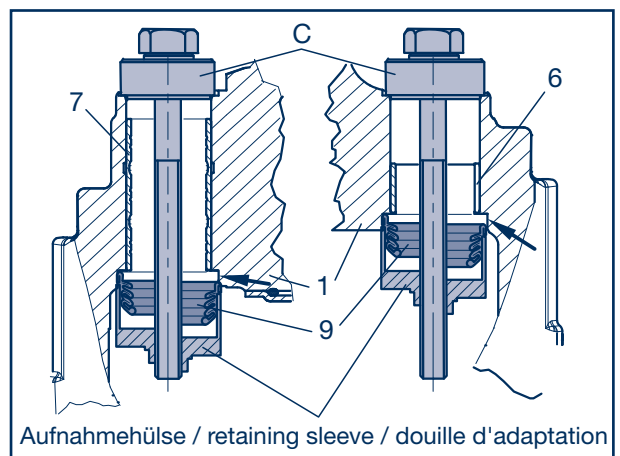

Fig. 2
Die Dichtsitze der Faltenbälge (9) im Bremssattel dürfen nicht beschädigt werden (Fig. 2/Pfeile).
- [5] Faltenbalgsitze auf den Führungsbuchsen (4) und (5) und im Bremssattel müssen sauber und fettfrei sein.
- [6] Dichtsitze im Bremssattel (Fig. 2/Pfeil), Führungshülse (6) und die Messingbuchse (7) auf Korrosion, Verschmutzung und Schäden überprüfen ggf. ersetzen (siehe Kapitel 18.2).
The seal seats of the bellows in the brake caliper must not be damaged (Fig. 2/arrow).
- [5] The bellow seats on the guide bushes (4) and (5) and in the brake caliper must be clean and free from grease.
- [6] Check the seal seat in the brake caliper (Fig. 2/ arrow), guide sleeve (6) and the brass bush (7) for corrosion, dirt and damage, replace, if necessary (see chapter 18.2).
- [7] Insert a new bellows (9) into the retaining sleeve (arrow) of the fitting tool C (Knorr no. K002254, individual parts T35, T38, T39, washer) and make sure that the bellow folds are located within the retaining sleeve of the tool.
- [2] Retirer les bagues (58).
- [3] Retirer les douilles de guidage (4) et (5).
- [4] Soulever le soufflet (9) avec le tournevis.
Les plans de joint des soufflets (9) de l'étrier de frein ne doivent pas être endommagés (fig. 2/flèche).
- [5] Les plans de joint des soufflets et les douilles de guidage (4) et (5) ainsi que l'étrier de frein doivent être propres et exempts de graisse.
- [6] Vérifier si le plan de joint de l'étrier de frein (fig. 2/flèche), la douille de guidage (6) et la douille en laiton (7) présentent des traces de corrosion, de salissure ou de dommage ; le cas échéant, les remplacer (voir chapitre 18.2).
- [7] Insérer un nouveau soufflet (9) dans la douille d'adaptation (flèche) de l'outil d'insertion C (réf. Knorr K002254, pièces T35, T38, T39, rondelle) et veiller à ce que les plis du soufflet se trouvent à l'intérieur de la douille d'adaptation de l'outil.
- [11] Messingbuchse (Fig. 2/7) und Führungshülse (Fig. 2/6) mit **Renolit HLT2** nachfetten.
- [12] Führungsbuchsen (4) und (5) einbauen.
- [13] Faltenbalg (9) in die Nut (siehe Pfeil) einsetzen.
- [14] Durch Aufschieben der Ringe (58) die Faltenbälge (9) in den Nuten der Führungsbuchsen (4) und (5) sichern.
(Fig. 2/7) and the guide sleeve (Fig. 2/6).
[11] Graisser la douille en laiton (fig. 2/7) et la douille
de guidage (fig. 2/6) à l'aide de **Renolit HLT2**.